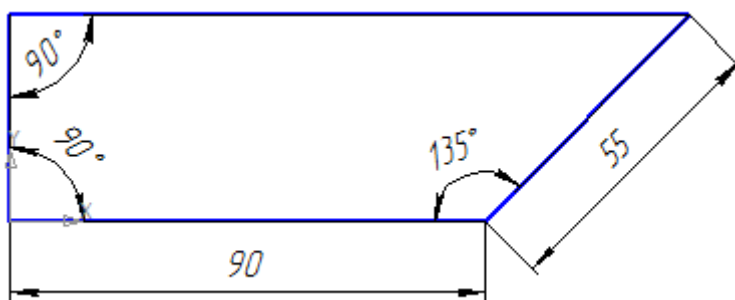

Рис. 1
- с помощью команды  – **Непрерывный ввод объекта** Инструментальной панели **Компактная** и привязки **Выравнивание** постройте изображение в соответствии с рис. 1;